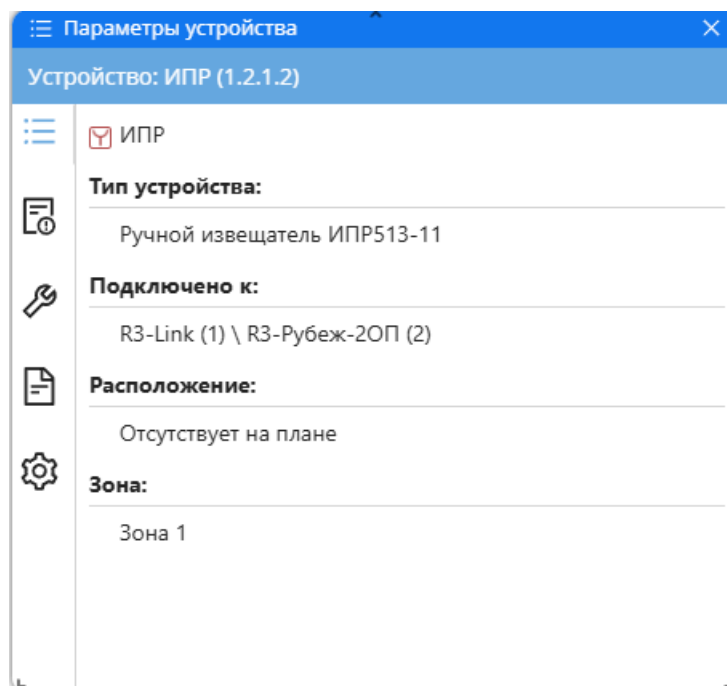

Рисунок 9.189 – Окно «Параметры устройства», закладка «Основные»
– под закладкой **«Основные»** представлена информация об устройстве и о той ветви дерева устройств, к которой оно подключено, а также, для исполнительных устройств условие включения и ссылка на сценарии, в которых оно участвует. А для датчиков и меток указана зона, в которой они находятся в соответствии с рисунком Рисунок 9.189;